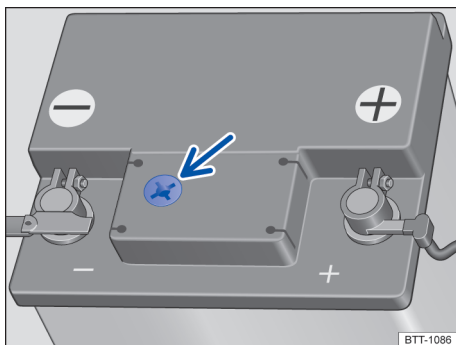

Fig. 181 Representação esquemática: visor no lado superior da bateria do veículo.
A bateria do veículo está dispensa manutenção. Se houver um visor de inspeção da bateria no lado de cima da bateria → **Fig. 181**, é possível verificar o nível de eletrólito da bateria.
- Providenciar iluminação suficiente para poder identificar o indicador colorido no visor redondo no lado superior da bateria do veículo → **Fig. 181** (seta). Jamais utilizar chamas expostas ou objetos incandescentes como iluminação.